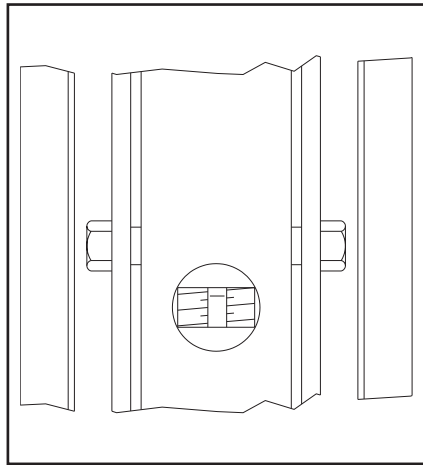

Fig.22- Abb.22
- portare il carrello ad una altezza tale che le chiocciole si trovino in corrispondenza dei fori ricavati sui carter (Fig.22).
- raise carriage to same level as holes on side guards (Fig.22).
■ Placer le chariot à hauteur telle que les écrous se trouvent en face des trous de visite pratiqués dans les carters de vis (fig.22).
- Die Schlitten auf eine derartige Höhe hochfahren, daß die Spiralgehäuse sich an den Gehäuselöchern befinden (Abb. 22).